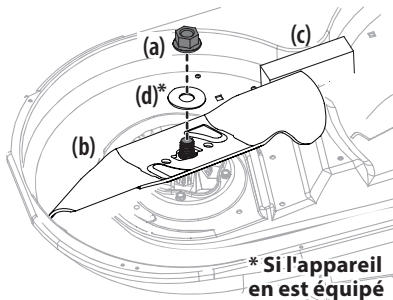

Figure 1
2. Utilisez une clé de 15/16 po pour retenir l'écrou sur le haut de la fusée, puis desserrez l'écrou hexagonal (a) et la rondelle (d)* qui fixent la lame (b). Pour desserrer plus facilement l'écrou hexagonal (a) et la rondelle (d)*, placez un petit bloc de bois (c) entre le plateau de coupe et le tranchant de la lame (b). Voir Figure 1.